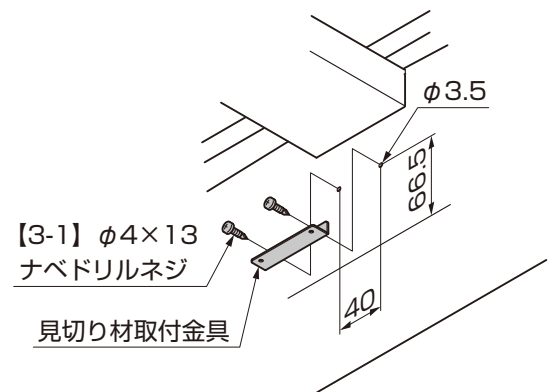
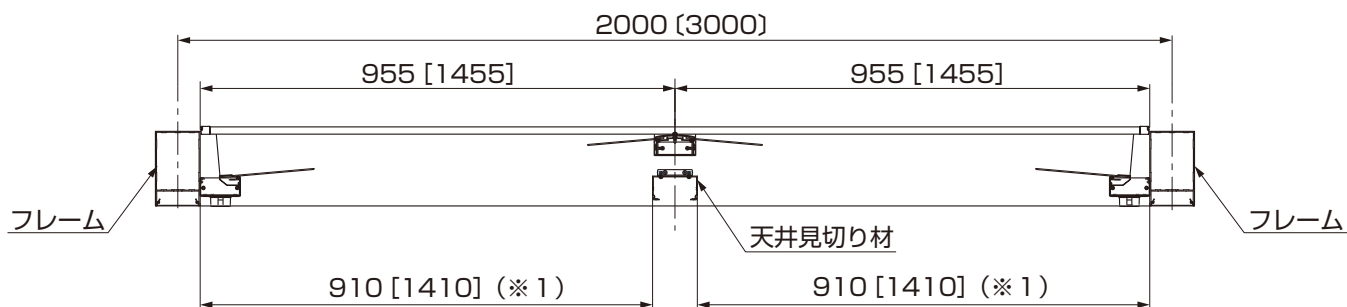

図4-11 見切り材取付金具の取付け
図4-12 天井見切り材の位置確認
- ② 見切り材取付金具をフレームまたは中間フレームに【3-1】で取付けてください。(図4-11、図4-12参照)
● 天井見切り材を取付けた後に、必ず※1の寸法確認を、各スパンごとに行なってください。寸法が出ていないと天井材が取付けられなくなる場合があります。(図4-12参照)